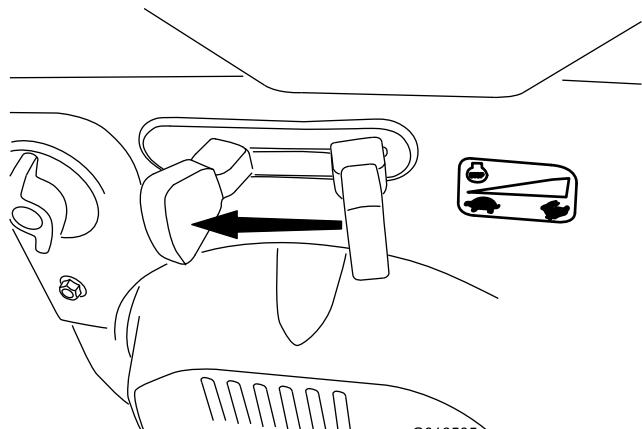

Figure 30
1. Amenez la commande d'accélérateur en position BAS RÉGIME, puis en position ARRÊT (Figure 30) pour couper le moteur. Vous pouvez aussi couper le moteur en tirant la clé de contact vers l'extérieur, à la position centrale.